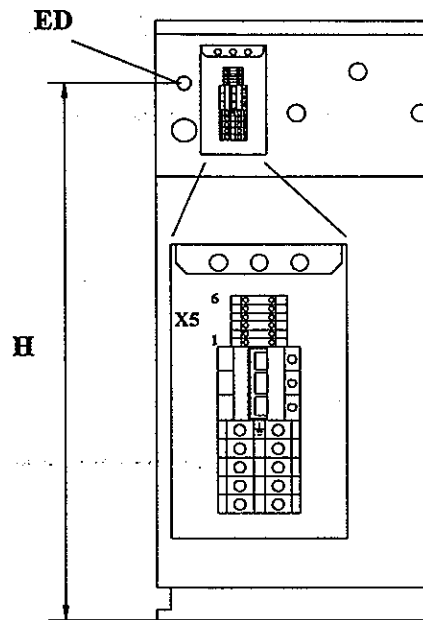

fig. 26
- Secure the wire guard in the hole ED (fig. 26) and insert the wire inside the terminal block.
- Connect the supply wire to terminals X5, (fig. 26), refer to enclosed table, depending on the type of washer control.
- Fijar el protector del conductor en el orificio ED (fig. 26) e introducir el conductor en el interior de la caja de bornes.
- Conectar el conductor de alimentación a los bornes X5, (fig. 26), según tabla adjunta, dependiendo del tipo de control de la lavadora.
- Fixer le protecteur du câble sur l'orifice ED (fig. 26) et introduire le câble à l'intérieur du boîtier de bornes.
- Connecter le câble d'alimentation aux bornes X5 (fig. 26), suivant le tableau ci-joint, et d'accord au type de contrôle de la machine.